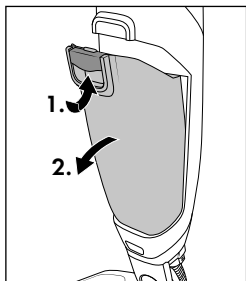

Fig. 13
- ◆ Allentare la leva di sblocco **9** tirando contemporaneamente il contenitore di raccolta dello sporco **10** in avanti (vedere fig. 13).